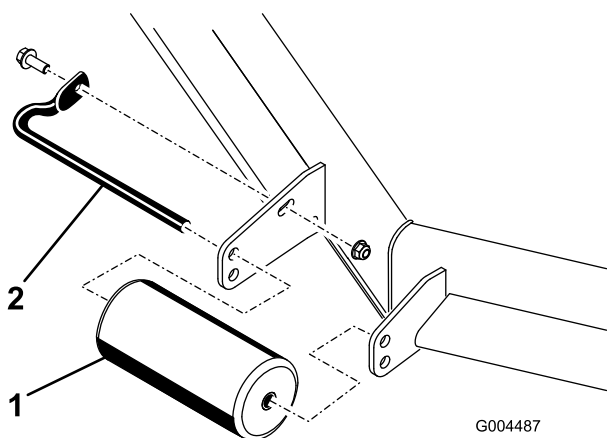

Figura 25
4. Retire os dispositivos de fixação que fixam cada rolo na plataforma do cortador e desloque os rolos para cima ou para baixo conforme desejado; consulte Figura 25 a Figura 29 conforme se aplique ao seu cortador.